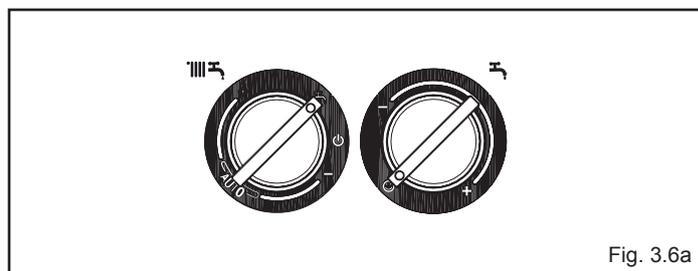

Fig. 3.6a
**Preriscaldamento (acqua calda più veloce):** ruotando la manopola regolazione temperatura acqua sanitaria (fig. 3.6a) sul simbolo si attiva la funzione preriscaldamento, il visualizzatore mostra il simbolo **P** fisso. Riportare la manopola di regolazione temperatura acqua sanitaria nella posizione desiderata.